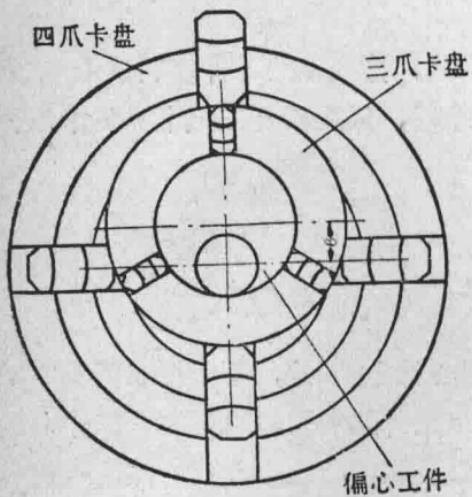

图19 在联合卡盘上车削偏心工件。
1. 把三爪卡盘夾在四爪卡盘中（图 19），并在三爪卡盘中裝夾一根光滑軸（直徑大小沒有关系，但表面需要光洁），然后用千分表校正，使四爪卡盘在轉動时光滑軸不調（摆动）。在校正过程中，如果光滑軸和旋轉中心不一致，就必须調節四爪卡盘的卡爪来校正。